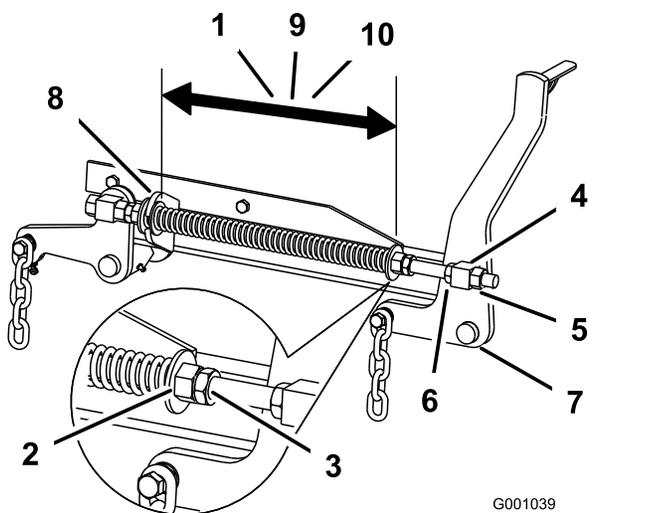

Figura 114
cortador de 132 cm, 26,7 cm para plataformas de cortador de 152 cm ou 29,2 cm para plataformas de cortador de 183 cm (Figura 114).
- Ajuste esta distância desapertando a porca de bloqueio da mola e rodando a porca em frente de cada mola (Figura 114).
- Bloqueie a porca na posição apertando a porca de bloqueio da mola (Figura 114).